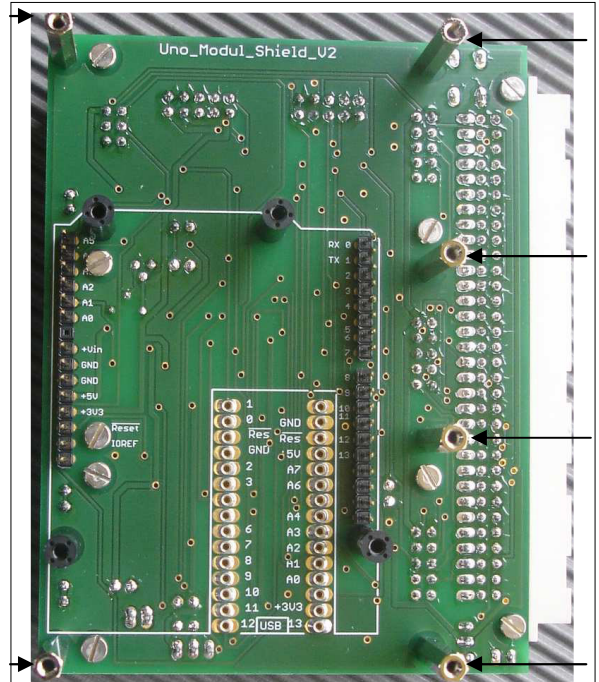

Abb. 2: Lötseite mit Stift- und Buchsenleisten zur Aufnahme der verschiedenen Arduino-Boards
- 1) Bohren der Acrylglasplatte, die Leiterplatte dient als Schablone für die sechs Bohrungen, vgl. Pfeile in Abb. 2